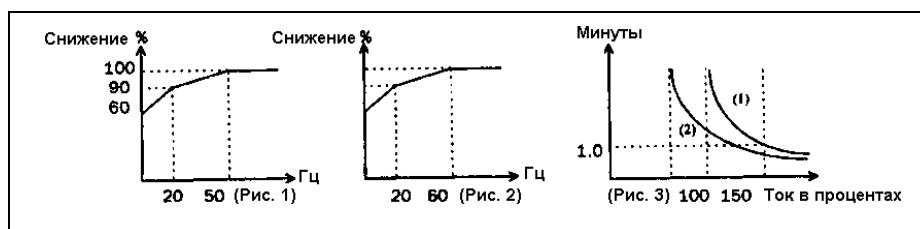

Рис.22
2. Если нагрузка остается в пределах 100% от номинального тока двигателя, работа продолжается. Если нагрузка достигнет 150%, работа будет продолжаться в течение 1 минуты (в соответствии с кривой 1 на рис. 22).
4. При работе двигателя на низкой частоте эффективность теплоотдачи снижается. Уровень активизации температурной защиты также снижается с кривой 1 на кривую 2 на рис. 22. Выберите правильную установку параметра Fn\_05 для получения наилучшей защиты конкретного двигателя.
1. Если нагрузка остается в пределах 103% от номинального тока преобразователя, работа продолжается. Если нагрузка достигнет 150% от номинального тока преобразователя, работа будет продолжаться в течение 1 минуты (в соответствии с кривой 1 на рис. 22).